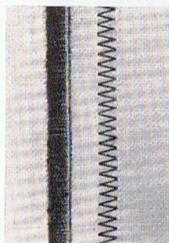

Abb. 45
**Raupennähte** (Abb. 45). Man stelle zunächst die Spannung des Unterfadens etwas fester als normal und benutze als Oberfaden Stick-Garn Nr. 30. Der Stichsteller wird je nach der gewünschten Wirkung entweder *fast* auf 0 oder auf  $\frac{1}{2}$ —1 mm gestellt. Im ersten Falle erhält man die links in der Abbildung ersichtliche, den Stoff vollständig deckende Naht, im anderen Falle ergibt sich die im rechten Teil gezeigte Nahtwirkung. Bei sehr feinen Stoffen empfiehlt es sich, Seidenpapier unter die Arbeit zu legen, damit der Stoff durch den breiten Überstich nicht zusammengezogen wird. Vorgesehen ist für diese Arbeit der Fuß Nr. 4, Abb. 3.